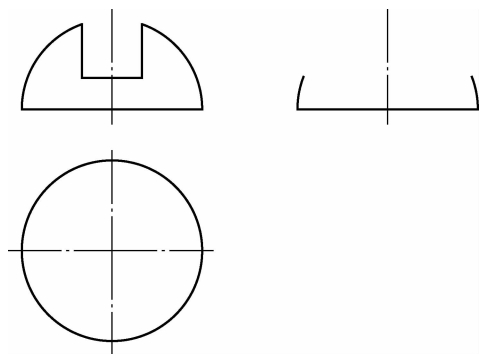

图 1-3-10
1. 如图 1-3-10 所示,补画俯、左视图上漏画的图线。(5 分)